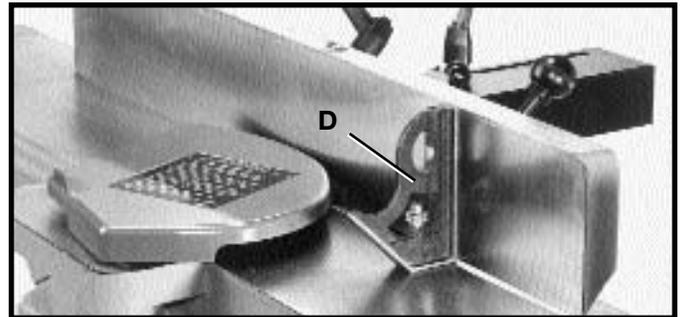

Fig. 51
2. Coloque una escuadra (D) Fig. 51 sobre la mesa y contra la guía, y revise si la guía se encuentra a 90 grados de la mesa.